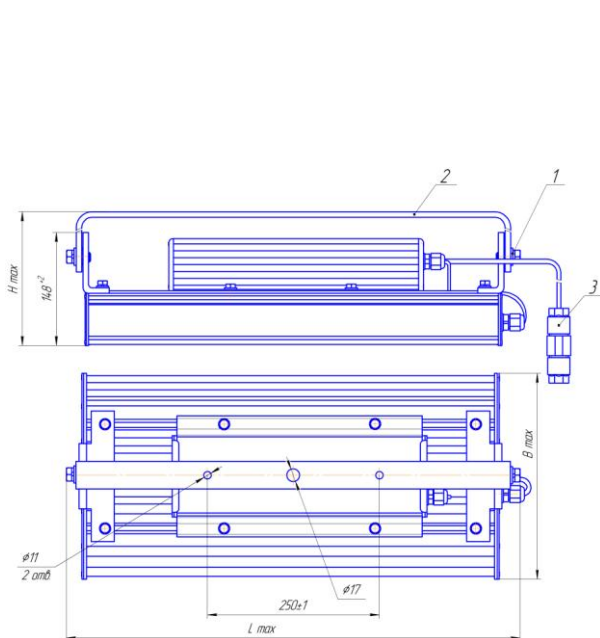
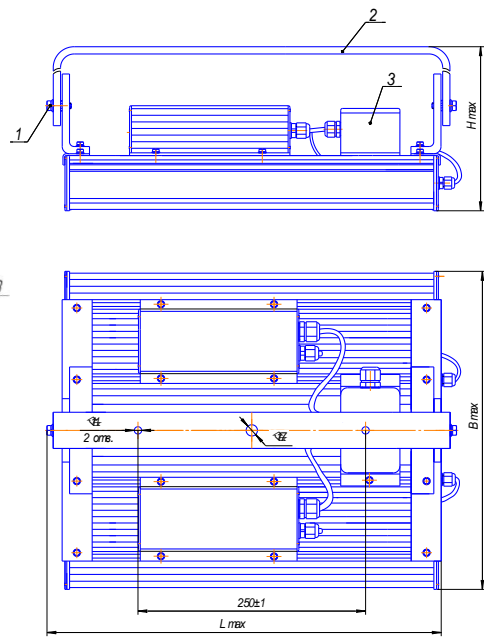
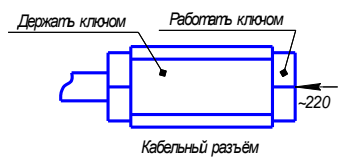

Рис. 1
Рис.2
Рис. 6
— для светильников: мощностью 80-240 Вт (рис.1) и мощностью 320-500Вт (рис.2):
- а) закрепить лиру прожектора (2). Крепежные соединения должны быть затянуты с усилием не менее 29 Нхм;
- б) для светильников: мощностью 80-240 Вт сетевой кабель подключить к кабельному разъему (3) рис.6 согласно схеме рис. 1а ; 1б;
- для светильников мощностью 320-500Вт снять крышку с распределительной коробки «СЕТЬ»(3), пропустить питающие и заземляющий провода через кабельный ввод и подключить к клеммам «Wago» согласно схемы рис.2а, закрыть крышку распределительной коробки светильника;
- д) отрегулировать необходимое положение светильника, затянуть крепежные болты (1).
Рис.1а
Рис.1б
Рис.2а